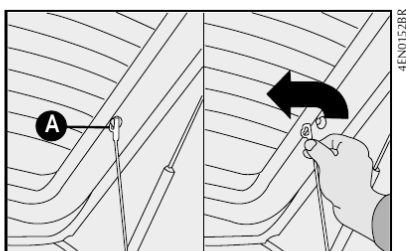

fig. 65
1) Soltar as extremidades superiores A-fig. 65 dos dois tirantes, desprendendo as argolas dos sedes.